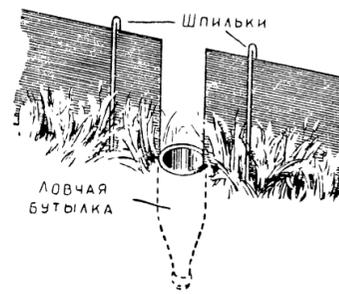

Рис. 15. Установка ловчего заборчика
**Ловчий заборчик.** Очень хорошие уловы мелких грызунов и насекомых дают так называемые ловчие заборчики (рис. 15). Их скорее можно назвать не ловушками, а ловчими устройствами. Изготовление и применение этого приспособления чрезвычайно просто. Из любого имеющегося материала делают барьер с несколькими проходами, в которых устанавливают ловушки. Зверек, дойдя до барьера, идет вдоль него, находит проход и попадает в ловушку.